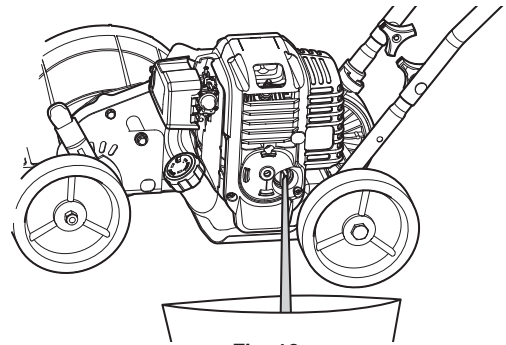

Fig. 16
- Si el nivel de aceite es demasiado alto, incline la unidad y drene el exceso de aceite en un recipiente adecuado (Fig. 16).
3. Inclíne la unidad verticalmente para verter el aceite fuera del orificio de llenado de aceite y al interior del recipiente (Fig. 16). Deje bastante tiempo para que se drene completamente.